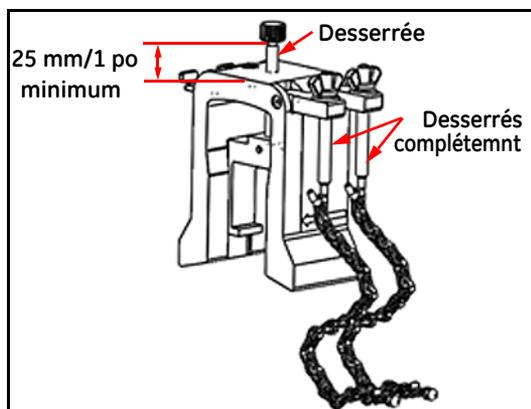

Figure 25 : vis d'étrier et crochets en J desserrés
1. Desserrez la vis d'étrier d'au moins 25 mm / 1 po (complètement pour les tuyaux <50 mm / 2 po) et desserrez complètement les crochets en J (voir la *Figure 25* ci-dessous).